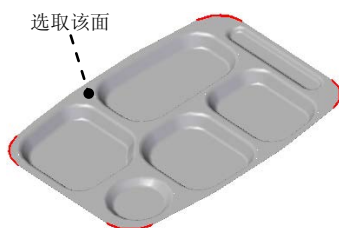
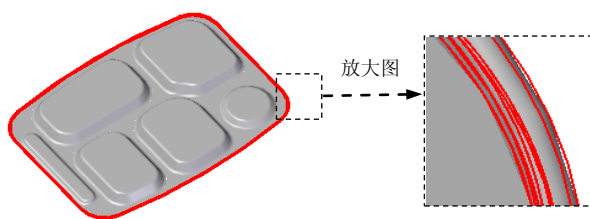

图 6.9.22 倒角特征 1
图 6.9.23 卷边特征 1
(3) 定义凹坑属性。在命令条中单击  按钮, 单击“偏置尺寸”按钮 , 在“距离”文本框中输入值 15, 单击  按钮, 在“拔模角 (T):”文本框中输入值 30; 在“倒圆”区域选中 ☒ “包括倒圆 (I)”复选框, 在“凸模半径”文本框中输入值 5, 在“凹模半径”文本框中输入值 6; 取消选中 ☐ “包含凸模侧拐角半径 (A)”复选框, 单击  按钮; 定义其冲压方向向下, 单击“轮廓代表凹模”按钮 .
(4) 单击命令条中的  按钮, 完成特征的创建。
Step11. 创建图 6.9.22 所示的倒角特征 1。
(1) 选择命令。单击“主页”功能选项卡“钣金”工具栏中的  倒角 按钮。
(2) 定义倒角的对象。在“倒角”命令条  下拉列表中选择  面 选项, 并选取图 6.9.22 所示的平面为定义倒角的对象。
(3) 定义倒角属性。在“倒角”命令条中单击  按钮, 在“折线”文本框中输入值 40, 单击鼠标右键 (两次)。
(4) 单击  按钮, 完成特征的创建。
Step12. 创建图 6.9.23 所示的卷边特征 1。